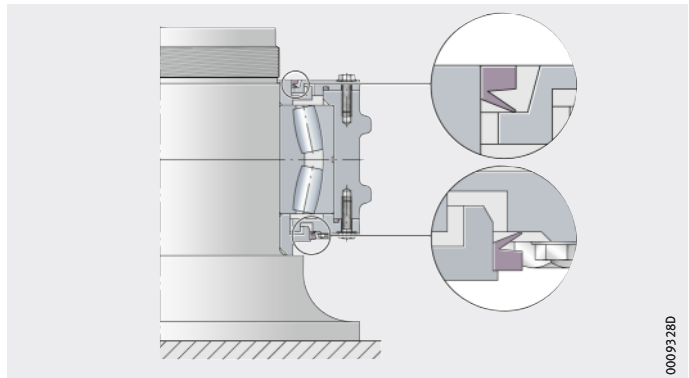

Bild 15
- ▶ Die V-Ringe korrekt auf den Labyrinthringen ausrichten (Dichtlippe in Richtung Gehäuse), *Bild 15*.